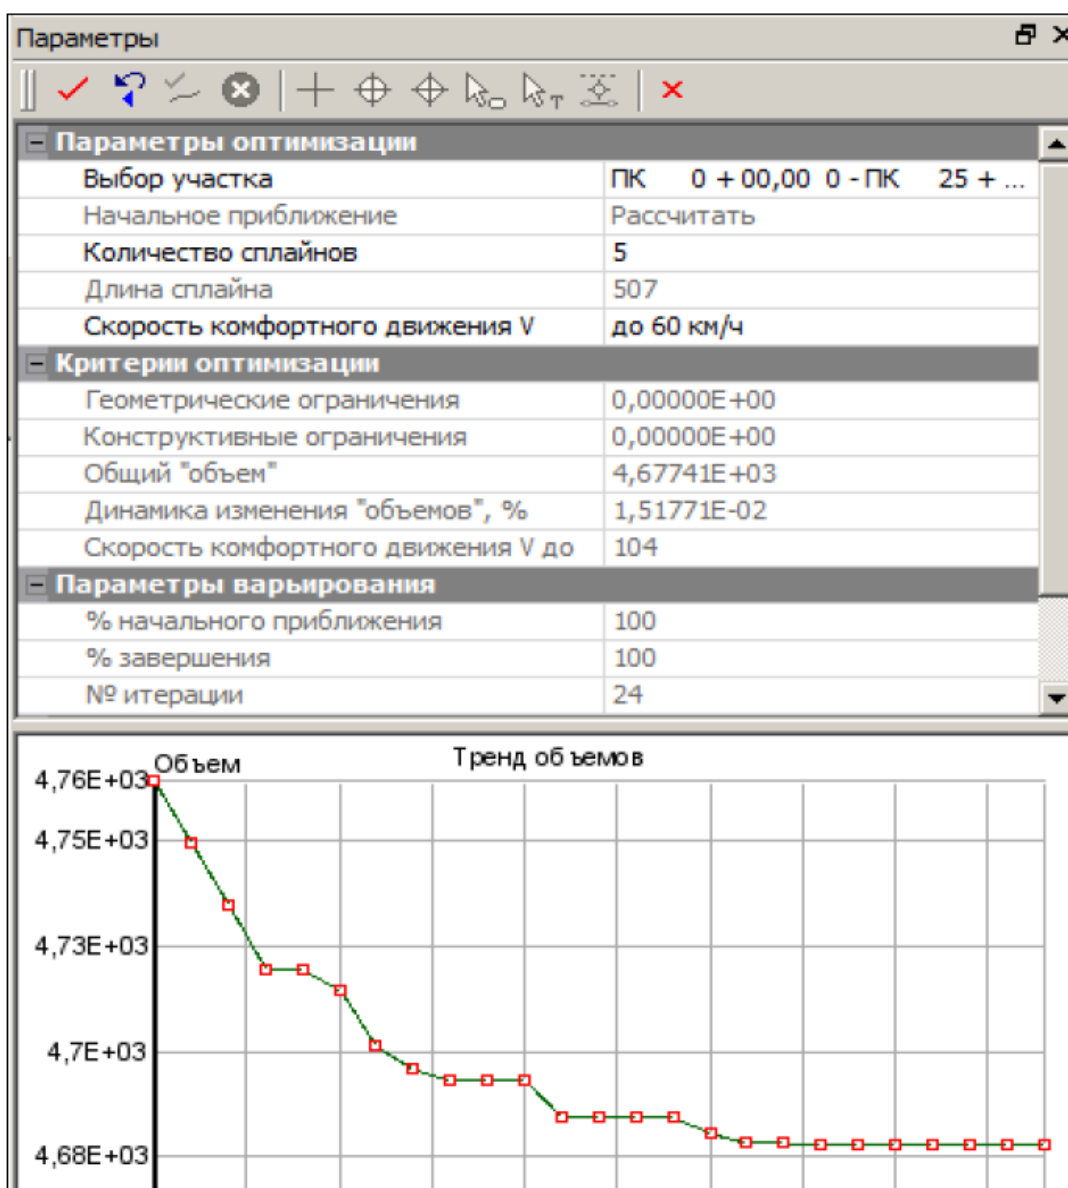

Рисунок 28 – Вікно параметрів оптимізації поздовжнього профілю
- у вікні параметрів відображаються числові показники і графік «Тренд обсягів» (рисунок 28);